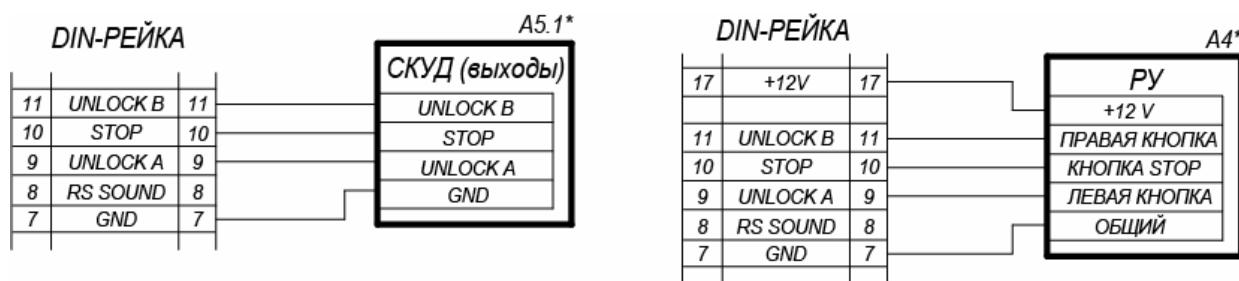

Рисунок 11. Схема соединений турникета и дополнительного оборудования
Также на внутренней поверхности крышки турникета имеется наклейка со схемой подключений турникета и дополнительного оборудования, аналогичная приведенной на рис. 11.
17. Подключите к контактам DIN-рейки в соответствии со схемой подключения турникета и дополнительного оборудования (см. рис. 11):
- два кабеля индикации (12);
- кабель питания турникета (13);
- кабель питания ЛПП (16);
- кабель устройства *Fire Alarm* (14) (в случае отсутствия устройства *Fire Alarm* убедитесь в наличии перемычки «*Fire Alarm*»);